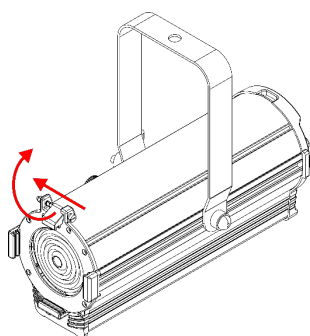
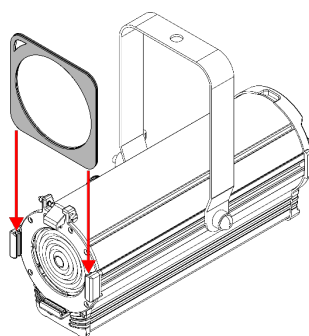

Fig. 13
Fig. 14
- 01) Spingere la **vite a molla (09)** e allo stesso tempo sollevare la **clip del telaio a colori (08)** e girarla all'indietro (vedere la Fig. 13).
- 02) Inserire un gel colorato o un filtro di diffusione nella **cornice per il colore (23)**.
- 03) Inserire la **cornice a colori (23)** nei supporti **portacornici (05)** (vedere Fig. 14).